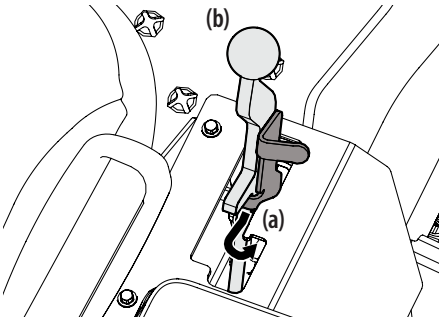

Figure 1
1. Pour engager la tige de dérivation, tirez sur le levier de dérivation des transmissions (a) placé à la droite du siège du conducteur (près du levier du frein de stationnement (b)) et placez-le dans l'encoche à droite de la fente. Voir Figure 1.